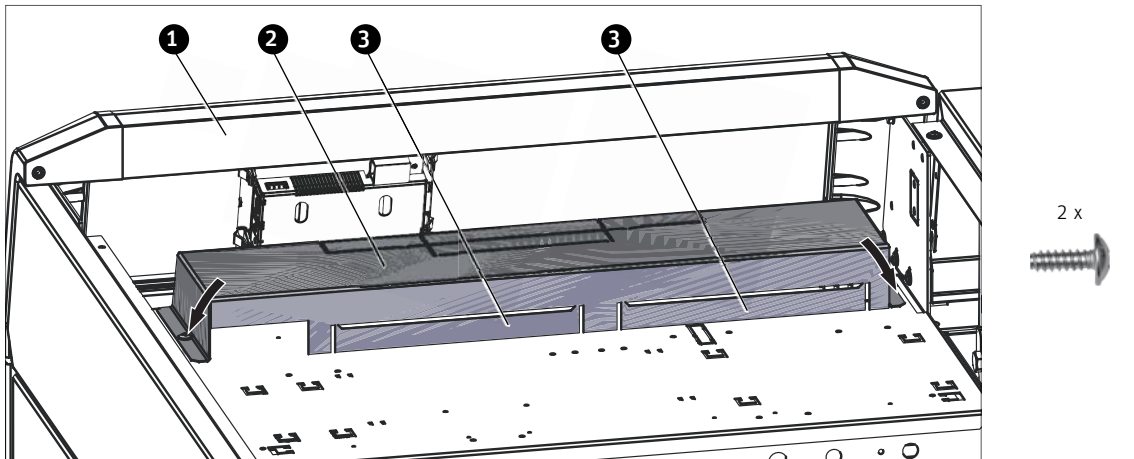

Fig. 145 Abdeckung aufstecken und anschrauben
- Bei der Abdeckung für Anschlussklemmen die Kabeldurchführungen nach innen biegen und Abdeckung mit 2 Bleischrauben befestigen – Fig. 145.